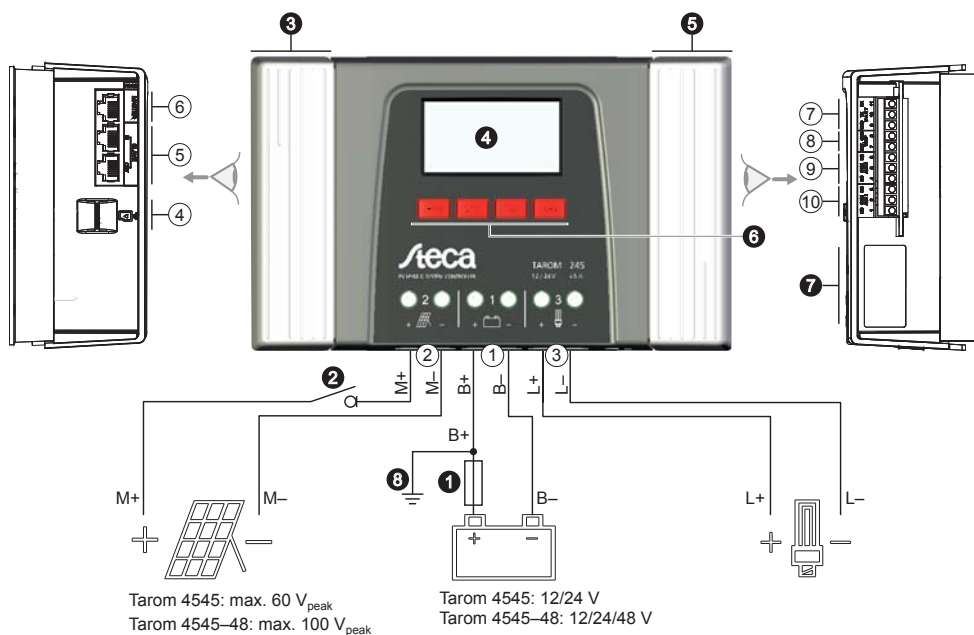

Fig. 1: Vista general de la carcasa y las conexiones
9.2.1 Conector RJ45 para bus maestro (Ⓢ en fig. 1)
9.2.2 Conector RJ45 para bus esclavo (Ⓢ en fig. 1)
9.2.3 Ranura para tarjeta microSD (④ en fig. 1)
9.2.4 Salidas de relé AUX 1, AUX 2 (⑨, ⑩ en fig. 1)